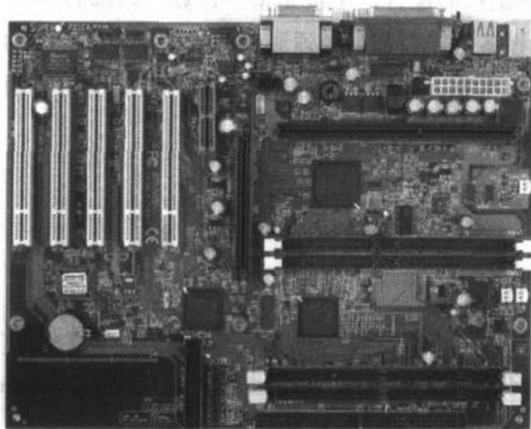

图 1.1.2 ATX 主板
(2) ATX 主板 (见图 1.1.2): 该主板是在 1995 年由 Intel 公司推出的, 它广泛应用于家用电脑, 比 AT 主板设计更为先进、合理, 也与 ATX 电源结合得更好, 为支持未来的电脑扩展设备打下了基础。仔细观察 ATX 主板外型, 会发现 ATX 主板比 AT 主板相对要大一点, 而且看起来 ATX 主板好像是在 Baby AT 的基础上逆时针旋转了 90° , 软驱和 IDE 接口都被移到了主板的中间, 键盘和鼠标接口也从 COM 接口换成了 PS/2 接口, 并且直接将 COM 接口、打印接口和 PS/2 接口集成在主板上了。